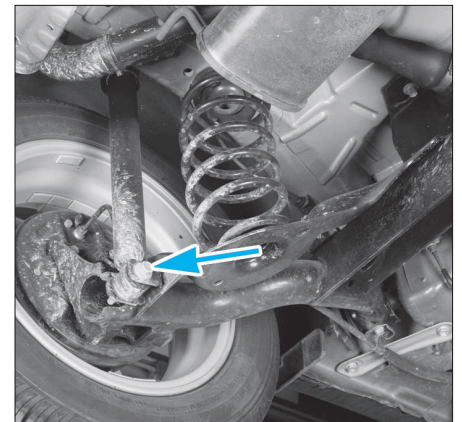

FIG. 23
- la fixation inférieure d'amortisseur (Fig.23).
- Déposer les fixations inférieures d'amortisseurs arrières (Fig.23).